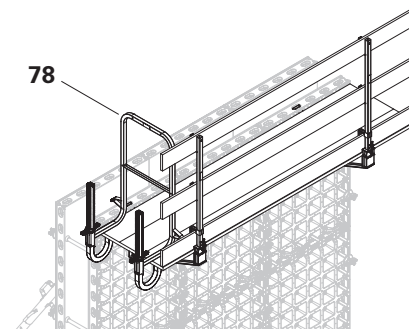

Fig. B4.03
7. Fixer la protection latérale, portillon d'about 55 (78) par ex. (Fig. B4.03)